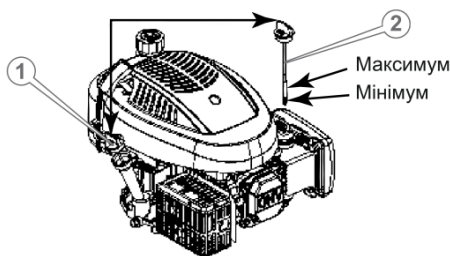

Рисунок 3. Схема заправки та перевірки рівня мастила.
3. Відкрити кришку-щуп (1, рис. 3) та витягнути її із горловини.